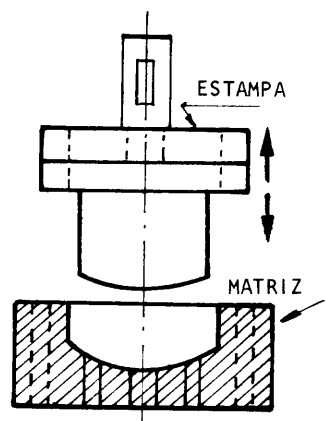

Fig. 1
- ___ c Alínee la estampa y la matriz (fig. 1).